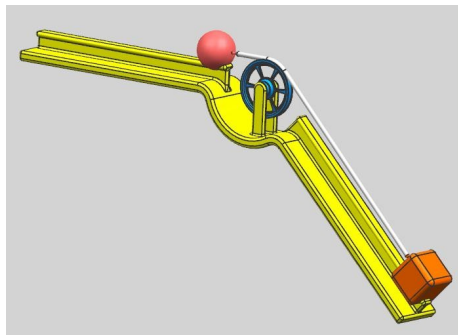
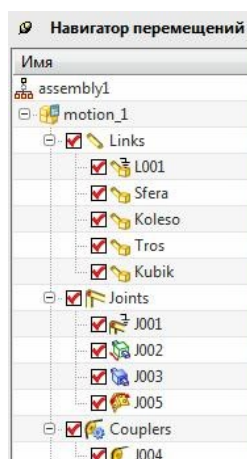
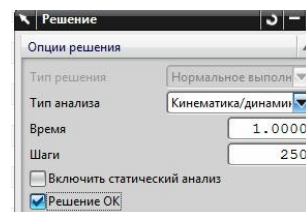

Рис.102
рис.104
рис.105
- Смысл этой кинематической пары достаточно красноречиво демонстрируется на рис.102.
- Представление соответствующей строки данной передачи в навигаторе перемещений показано на рис.104 (J004).
•Возьмите из учебной директории **Prim_Tros** все необходимые детали, и самостоятельно выполните анимацию механизма, показанного на рис.102. *Навигатор перемещений* этого примера показан на рис.104. Обратите внимание на то, что в одном *Ползуне* задан движитель с постоянной скоростью 200 мм /сек. Синее колесо, связанное с неподвижным основанием *Вращательным шарниром* также имеет постоянный движитель (со скоростью 540 град /сек). Рекомендованные параметры *Решения* показаны на рис.105. Убедитесь в том, что эта связь во многом является чисто декоративной.